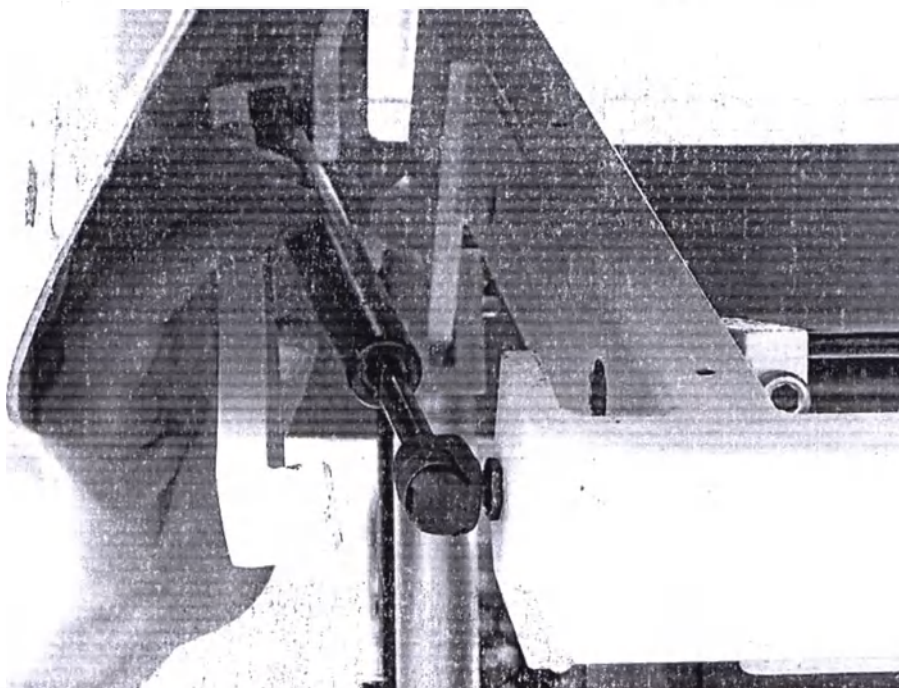

Рисунок 11.
12.3.2 Переведите с пульта управления спинку кресла в верхнее положение. Газовая пружина имеет в этом положении минимальную длину. На газовую пружину необходимо накинуть приспособление-лодочку, которое удержит пружину в сжатом состоянии (см. Рисунок 11).